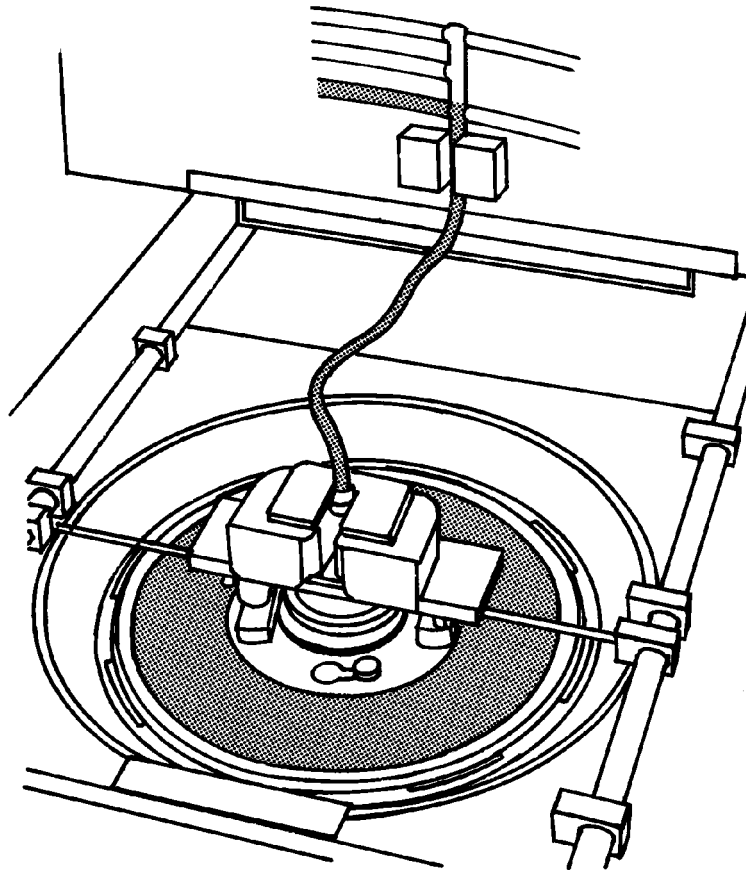

Figure 6-20: Red cell detection
- RCD phát hiện RBCs (Figure 6-20). bơm thủy lực dừng trong khi buồng ly tâm vẫn quay.